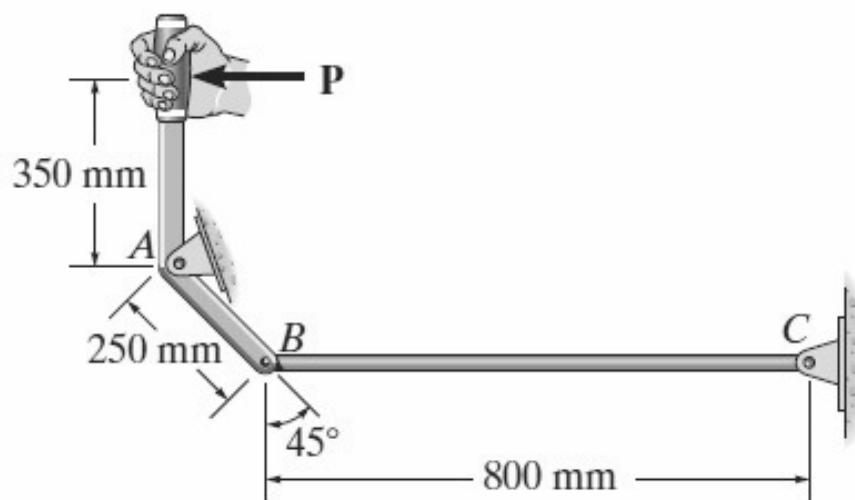

Figura 6.6
6.1.8 Na Figura 6.6 determine a força máxima P que pode ser aplicada.